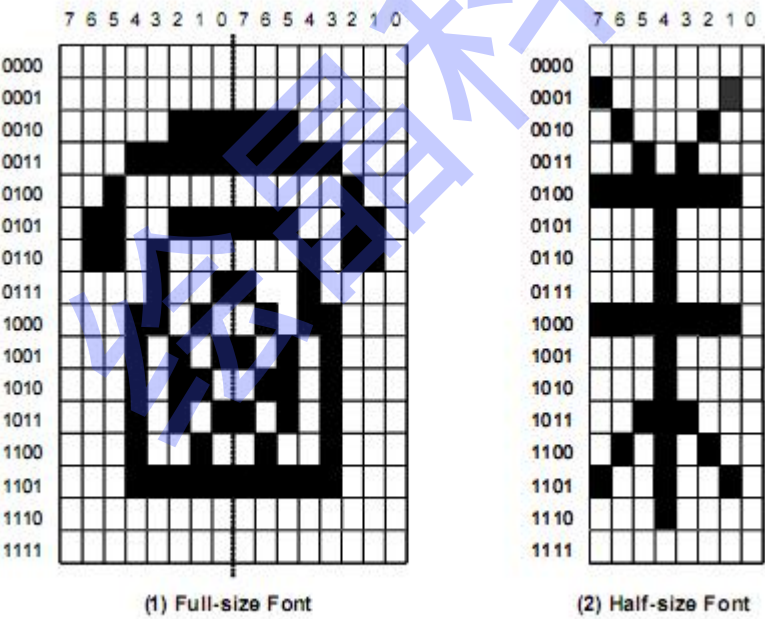

图 6-52 : 创造全型字与半型字的范例
2. 为了创造全型字，在设定好 CURY (0~15) 和 CURX 设定为 0 后，一个使用者创造字型位对应可被 32 个内存写入周期所填满，而后 CURY 将增加 1。请参照下方的程序例子 (1)。结果显示在图 6-52 (1)。
3. 为了创造半型字，在设定好 CURY (0~15) 和 CURY 设定为 0 (odd font) 或是 10h (even font) 后，一个使用者创造字型位对应可被 16 个内存写入周期所填满。请参照下方的程序例子 (2)，结果显示在图 6-52 (2)。
LCD_DataWrite( 0x05 );    // Show as (1) of 图 6-52
LCD_DataWrite( 0x05 ); // Show as (2) of 图 6-52